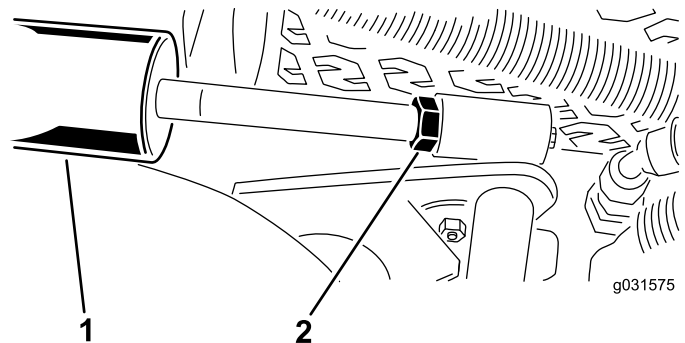

Figura 11
A. Baje las unidades de corte y afloje la contratuerca del cilindro (Figura 11).